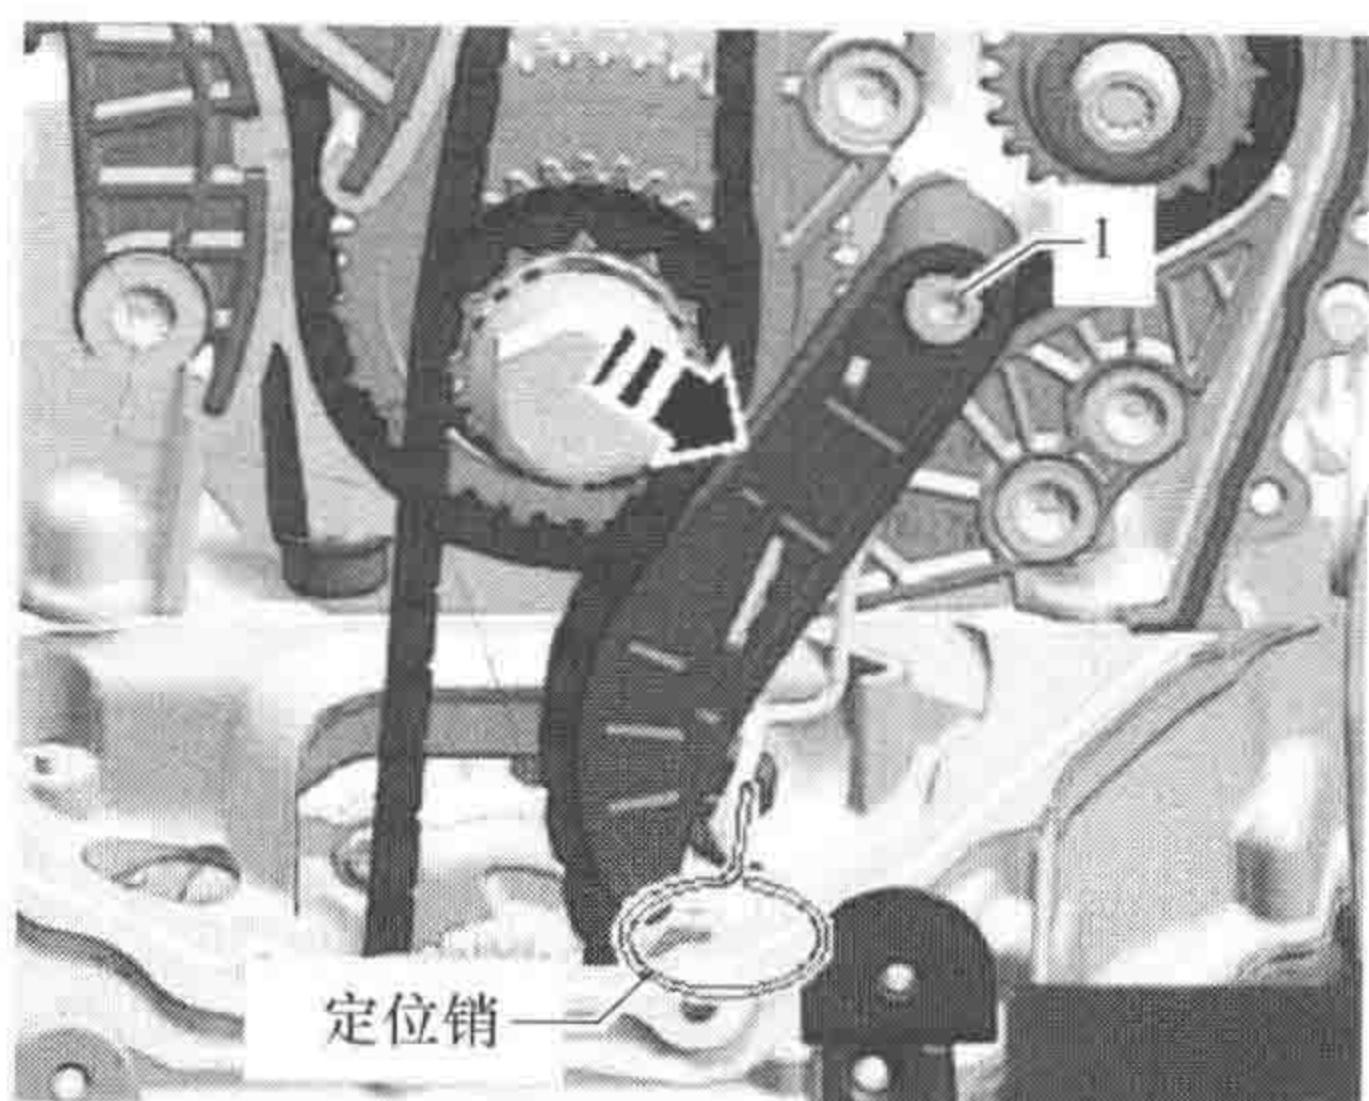

图 1-1-5
(5) 拆卸正时链下部盖板。
(6) 沿图 1-1-5 所示箭头方向将机油泵链条张紧器压入并用定位销锁定, 拆卸机油泵链条张紧器 1, 然后取下机油泵驱动链条。